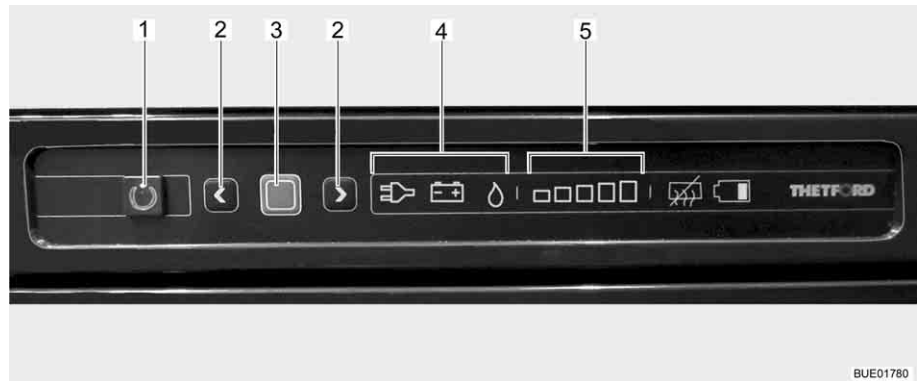

Fig. 178 Elementos de mando para el frigorífico
El modo de funcionamiento actual será visualizado por medio de un símbolo iluminado (Fig. 178,4) en la unidad de mando.
Una vez conectado, el frigorífico selecciona automáticamente el último ajuste seleccionado del termostato. Este reajuste puede modificarse manualmente con las teclas de flecha (Fig. 178,2). Las barras luminosas de la visualización de las etapas de refrigeración (Fig. 178,5) indican el ajuste seleccionado del termostato. Con las teclas de flecha se ajusta la temperatura de refrigeración para los tres tipos de energía. Pasan algunas horas hasta que el frigorífico alcanza la temperatura de servicio normal. Al conmutar el modo de funcionamiento se mantiene el ajuste del termostato. La temperatura de refrigeración se mantiene independientemente del tipo de energía.
- Presionar la tecla On/Off (Fig. 178,1) por 1 segundo. La tecla (Fig. 178,1) se iluminará de color verde. Después de aprox. 10 segundos, la visualización se atenuará automáticamente por razones de ahorro de energía.
- Pulsar la tecla de confirmación (Fig. 178,3). Se visualizará el ajuste actual del modo de funcionamiento.
- Si no está ajustado el modo de funcionamiento Gas: Para cambiar el ajuste, pulsar la tecla de confirmación (Fig. 178,3) por aprox. 2 segundos.
- Seleccionar el modo de funcionamiento Gas con las teclas de flecha (Fig. 178,2). El suministro de gas está abierto. El encendido se realiza automáticamente. Se oye un sonido de tic-tac hasta que el proceso de encendido se haya llevado a cabo con éxito.
- Pulsar la tecla de confirmación (Fig. 178,3) por aprox. 2 segundos.
- Pulsar de nuevo la tecla de confirmación (Fig. 178,3). La etapa de refrigeración actual será visualizada por medio de las barras luminosas (Fig. 178,5).
- Para cambiar el ajuste, pulsar las teclas de flecha (Fig. 178,2) hasta que se visualice el ajuste deseado.
- Pulsar la tecla On/Off (Fig. 178,1) por aprox. 2 segundos. Se apagarán todos las lámparas. El frigorífico está desconectado.
- Si no está ajustado el modo de funcionamiento con 230 V: Para cambiar el ajuste, pulsar la tecla de confirmación (Fig. 178,3) por aprox. 2 segundos.
- Seleccionar el modo de funcionamiento con 230 V a través de las teclas de flecha (Fig. 178,2).
- Si no está ajustado el modo de funcionamiento con 12 V: Para cambiar el ajuste, pulsar la tecla de confirmación (Fig. 178,3) por aprox. 2 segundos.
- Seleccionar el modo de funcionamiento con 12 V a través de las teclas de flecha (Fig. 178,2).